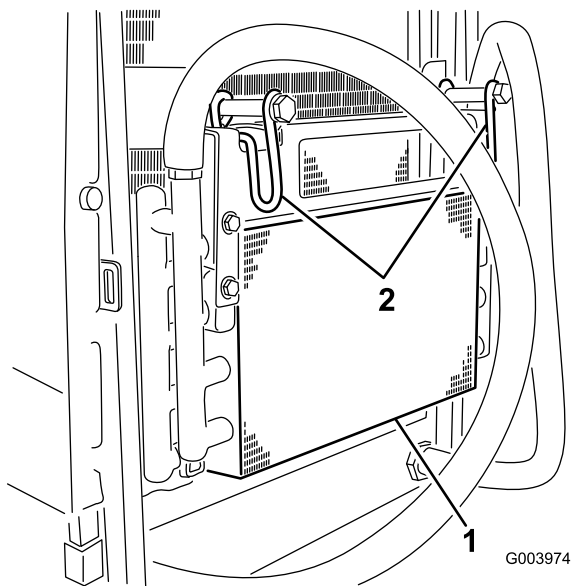

Figura 101
7. Gire as duas travas do resfriador de óleo para dentro e incline o resfriador de óleo (Figura 101).